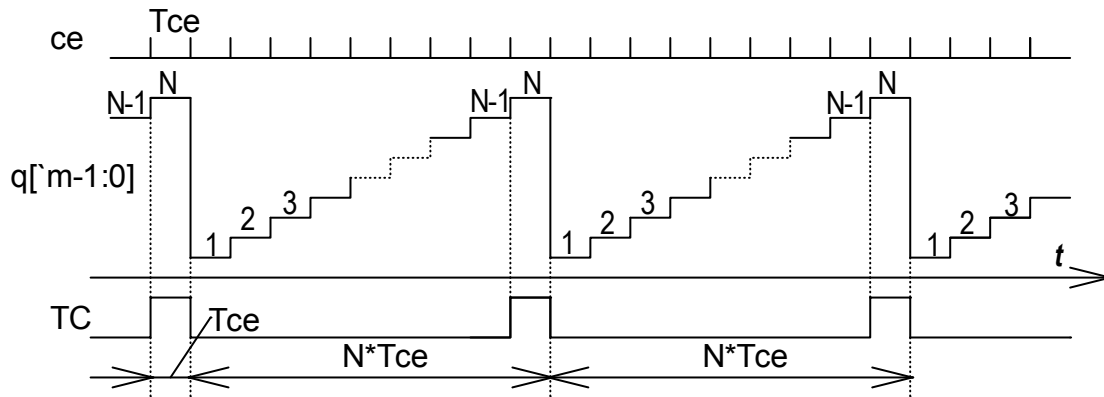
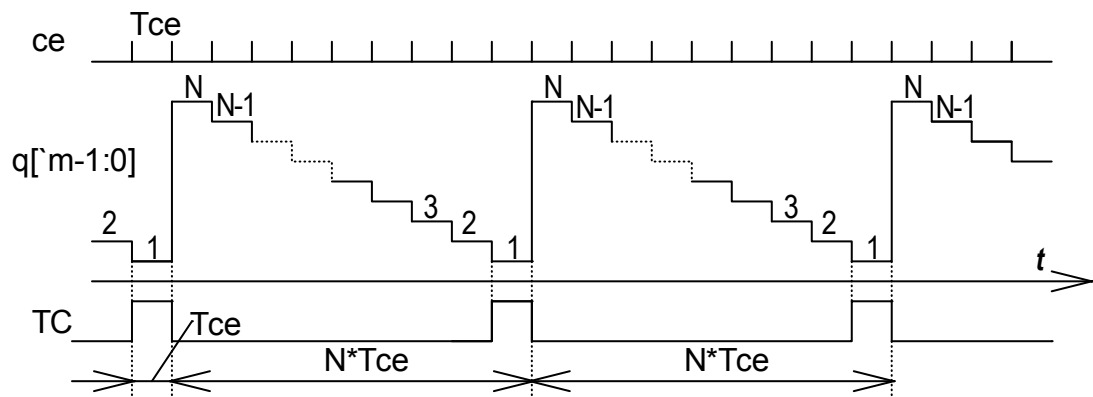

Рис.2 Временные диаграммы синтезатора периода с суммирующим счетчиком
Рис.3 Временные диаграммы синтезатора периода с вычитающим счетчиком
2.2.1 Начертить в тетради временные диаграммы модуля **AGNT** или **AGNT(D)** синтезатора периода (рис.2 или рис.3).